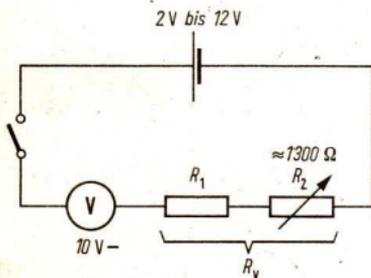

Bild 18 Schaltskizze
Entsprechend der Schaltskizze (Bild 18). Für R_1 sind verschiedene feste Widerstände (von 150Ω bis $5000 \text{ k}\Omega$) zu benutzen.
2. Bauen Sie die Schaltung nach Bild 18 auf! Stellen Sie den Schiebewiderstand R_2 zuerst auf einen mittleren Wert ein! Wählen Sie den festen Widerstand R_1 durch Probieren so aus, daß der Zeigerausschlag des Spannungsmessers annähernd auf die Hälfte der ursprünglich angezeigten Spannung zurückgeht! Durch Einstellen am Schiebewiderstand sollen Sie dann erreichen, daß genau die Hälfte der unter 1. abgelesenen Spannung angezeigt wird. Der Spannungsmesser hat dadurch einen doppelt so großen Meßbereich erhalten. Tragen Sie den ungefähren Wert des gesamten Vorwiderstandes ($R_v = R_1 + R_2$) ins Protokoll ein! Welcher Spannung entspricht jetzt ein Skalenteil?